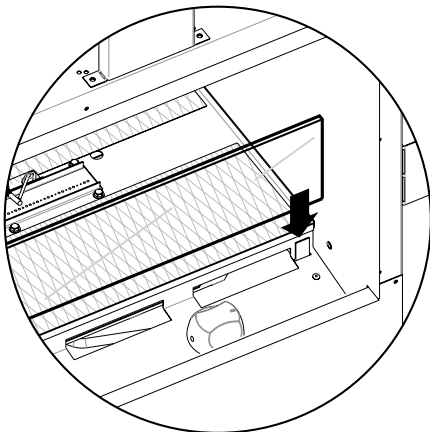

Figure 21
2. Installer le panneau vitré (deux utilisés pour le foyer à deux faces). Voir figure 21.